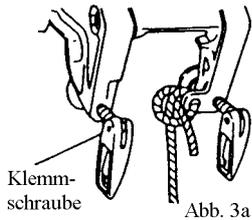

Abb. 3a
(3) Motorbefestigung
- Um den Motor am Boot zu befestigen, ziehen Sie die Klemmschrauben durch Drehen der Griffe an. (Abb. 3a)